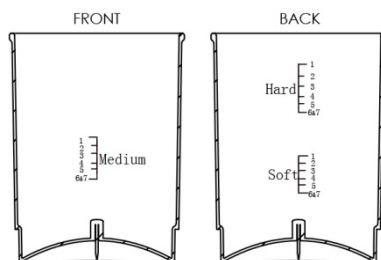

Figura 1
3. Llene la tacita medidora con agua hasta la línea indicadora apropiada (Figura 1) Para mejores resultados use agua destilada, agua de tubería contiene minerales que pueden causar que los huevos se descoloren.